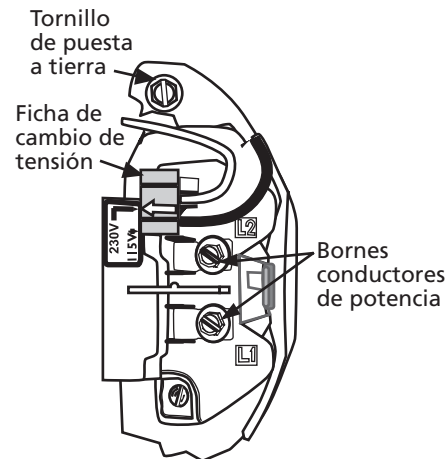

Figura 3 – Tensión configurada para 230 voltios, tipo ficha
2. Jale de la ficha directamente hacia arriba (Consulte la figura 3).